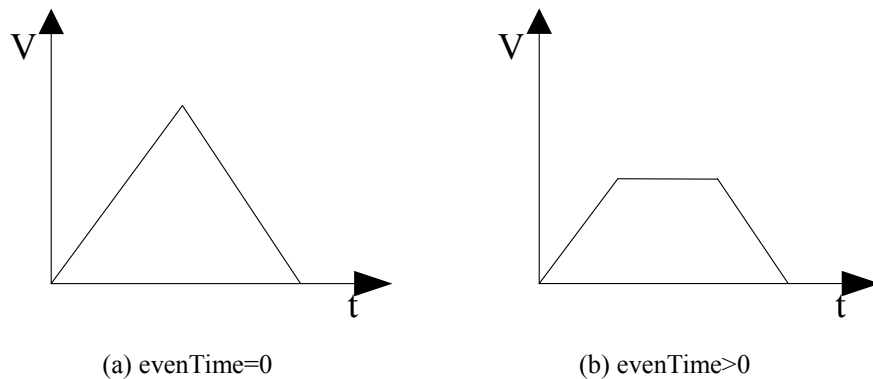

图 6-11 不同 evenTime 下的速度曲线
- **evenTime**: 每个插补段的最小匀速时间。当用户设置的插补段比较短时, 而该插补段的目标速度又设置的比较大, 则会造成合成速度的曲线如图 6-11 (a) 所示, 只有加速段和减速段, 形成一个速度尖角, 加速度在尖角处瞬间由正值变为了负值, 造成较大的冲击; 设置了 **evenTime** 之后, 可以减小目标速度, 使速度曲线如图 6-11 (b) 所示, 减小了加速度突变的冲击。